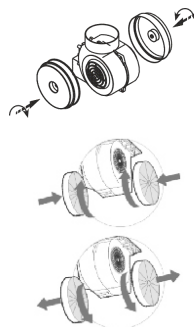

рис. 7
6.3 В зависимости от режима эксплуатации кухонной вытяжки соедините вентилятор с вентиляционной решеткой воздуховодом (рис. 7) или установите на вентилятор угольные фильтры.
6.4 Установите фальштрубы (рис. 7).